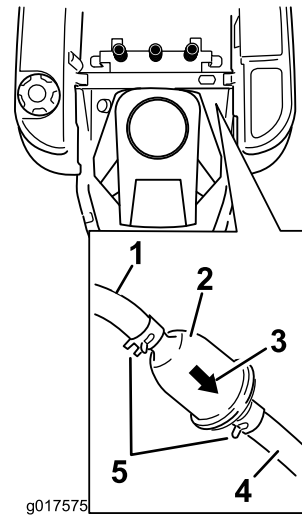

Figure 33
3. Repérez le filtre à carburant sur le côté du moteur, comme illustré (Figure 33).
4. Pincez les extrémités des colliers et faites glisser ceux-ci pour les éloigner du filtre (Figure 33).
6. Montez un filtre neuf en veillant à pointer la flèche indiquant le sens d'écoulement vers le moteur. Rapprochez les colliers de flexibles du filtre (Figure 33) pour le fixer en place.